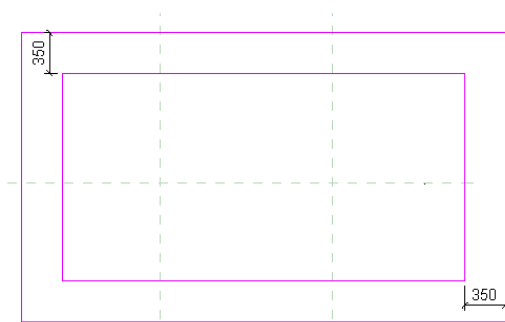

图 10-78 绘制轮廓线 (1)
6) 单击“创建”选项卡“形状”面板“拉伸”按钮, 打开“修改|创建拉伸”选项卡, 单击“绘制”面板中的“矩形”按钮, 绘制如图 10-78 所示的轮廓线。